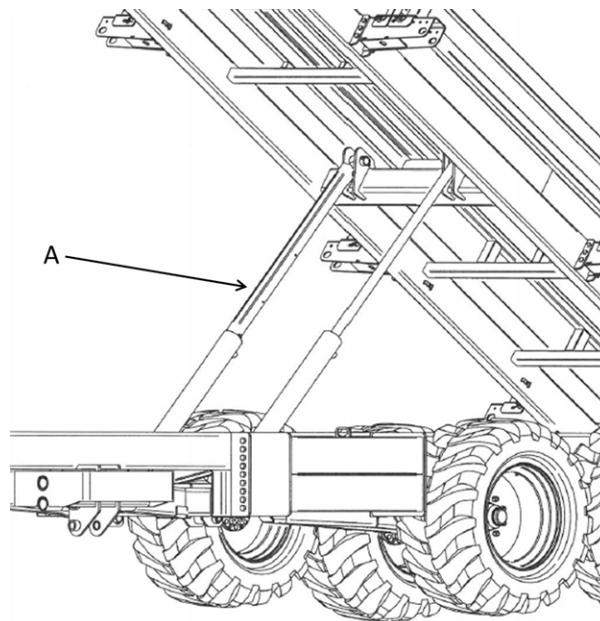

Figure 28 – Béquille de sécurité
2. Placez une béquille (A) sur la tige de chaque cylindre comme le montre la Figure 28.